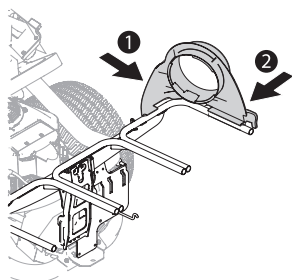

Figure 12
2. Enclenchez le support supérieur pour goutte (731-17272) sur le support des sacs (1) comme indiqué dans la Figure 12.
3. Enclenchez la partie avant du support supérieur de la goutte au support des sacs (2) comme indiqué dans la Figure 12.